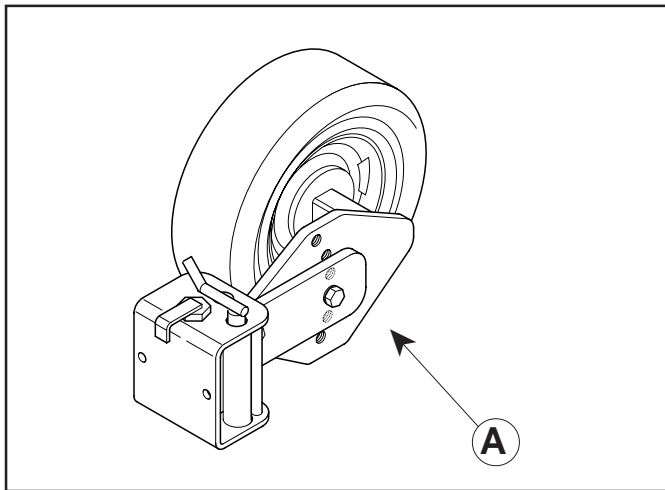

Fig. 10
3.5 RUOTE POSTERIORI Fig. 10 (optional)
3.5 REAR WHEELS Fig.10 (optional)
3.5 HINTERRÄDER Abb. 10 (Optional)
3.5 ROUES ARRIERE Fig.10 (en option)
3.5 RUEDAS TRASERAS Fig. 10 (opcional)
- Regolare l'altezza di lavoro operando sulle ruote, svitando il bullone di tenuta (A Fig. 10), alzare la ruota all'altezza voluta, quindi reinserire il bullone nel foro prescelto.
- *Set the working height by adjusting the wheels, unscrewing the holding bolt (A Fig. 10). Raise the wheel to the desired height then replace the bolt in the proper hole.*
- Durch die Räder kann nun die Arbeitshöhe beliebig eingestellt werden. Dazu ist der Stützbolzen (A Abb. 10) aufzuschrauben, das Rad auf die gewünschte Höhe zu bringen, und der Bolzen in die derart gewählte Öffnung wieder einzufügen und festzuschrauben.
- *Régler la hauteur de travail en agissant sur les roues, dévisser le boulon (A Fig. 10), lever la roue à la hauteur voulue et remettre le boulon dans le trou correspondant.*
- Regule la altura de trabajo mediante las ruedas, desenrosque el perno de retención (A Fig. 10), levante la rueda a la altura deseada e introduzca el perno en el agujero elegido.